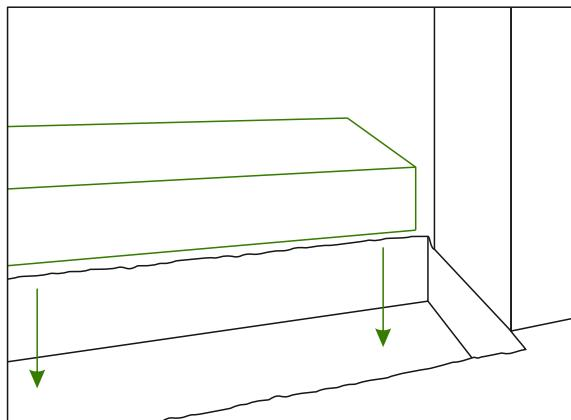

Abb. 4
5. Legen Sie das Tragprofil mit der breiten Seite auf das vorbereitete Fundament und damit in die Vertiefung. Achten Sie darauf, dass das Profil auf dem gesamten Untergrund waagerecht aufliegt. Siehe Abb. 4.